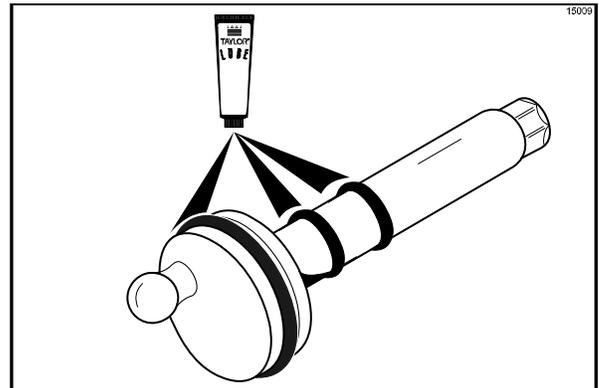

Figura 155
13. Coloque la junta tórica negra grande y las dos juntas tóricas negras pequeñas en las ranuras del eje motor. Lubrique bien las juntas tóricas y el eje. NO lubrique el extremo hexagonal del eje. (Vea la figura 155).